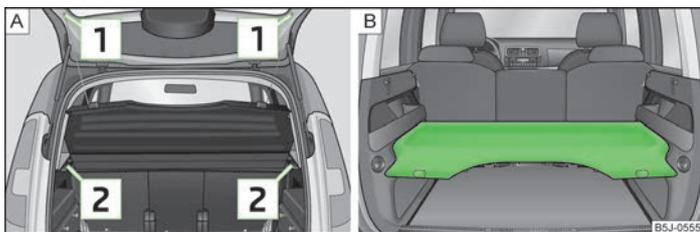

Fig. 47 Desmontar la cubierta del maletero/cubierta del maletero en la posición inferior
- Desenganchar las cintas de sujeción **1** » fig. 47.
También se puede colocar la cubierta del maletero en la posición inferior sobre los elementos de apoyo » fig. 47 - **B**.